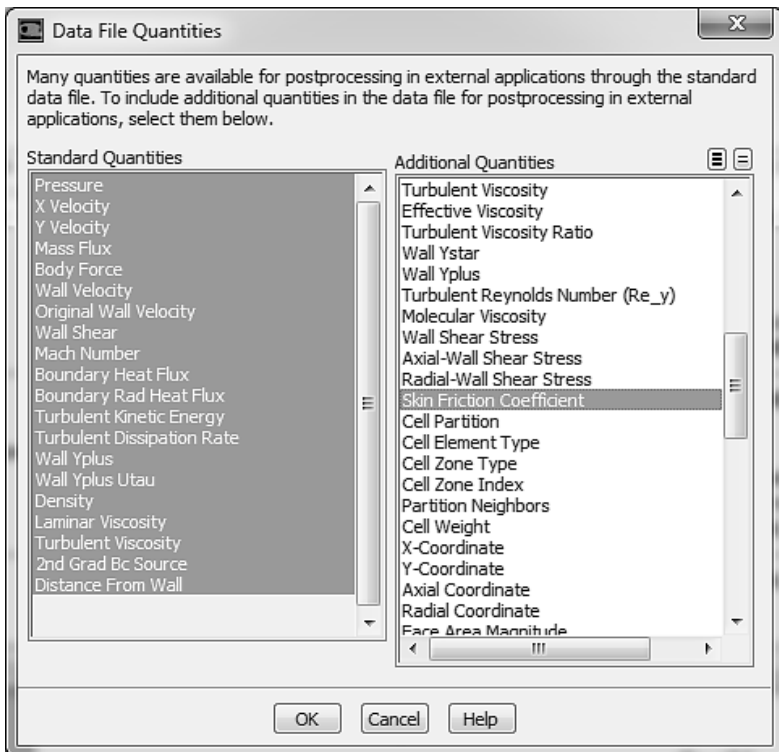

Рис. 2.20
- 2) В разделе Additional Quantities этого окна выбираем Skin Friction Coefficient, рис. 2.20.